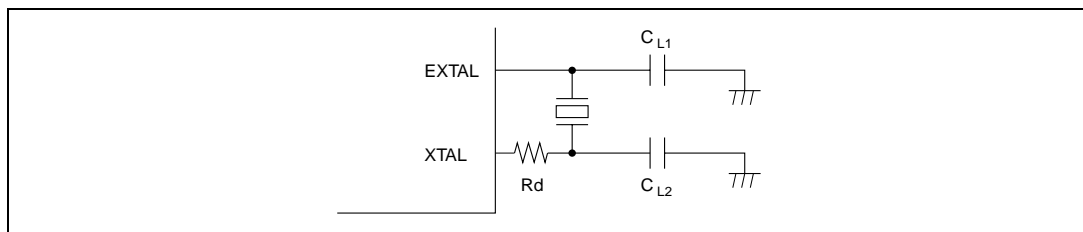

図 19.2 水晶発振子を接続する場合の接続例
水晶発振子を接続する場合の接続例を図 19.2 に示します。ダンピング抵抗  $R_d$  は、表 19.1 (1) に示すものを使用してください。外付け容量  $CL_1$ 、 $CL_2$  は表 19.1 (2) に示すものを使用してください。また、水晶発振子は、AT カット並列共振形を使用してください。